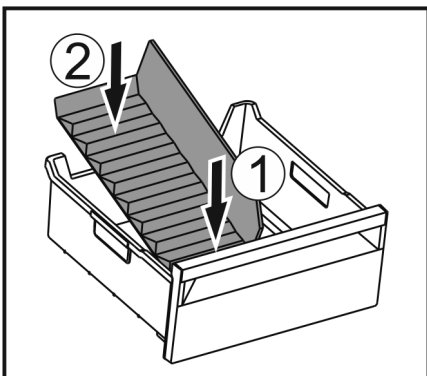

Fig. 150
- ▶ Helyezze be a jégkész-eltávolító elülső részét. Fig. 150 (1)
- ▶ Süllyessze le a jégkész-eltávolító hátsó részét a fiók aljáig. Fig. 150 (2)